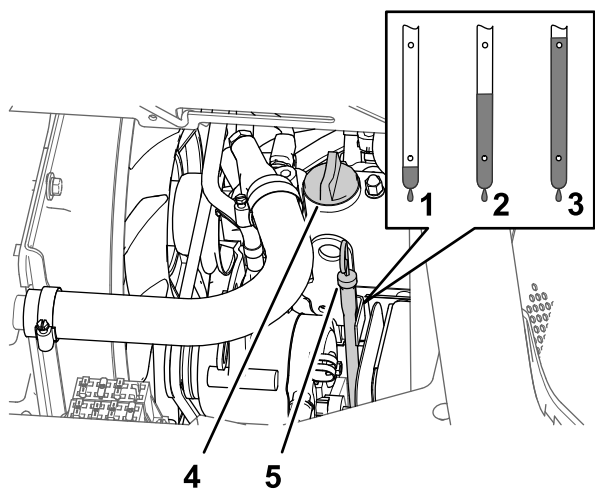

Figure 77
- Enlevez le bouchon de remplissage d'huile du goulot de remplissage sur le couvre-culasse (Figure 77) et versez avec précaution environ 80 % de la quantité d'huile spécifiée dans le goulot de remplissage.
- Sortez la jauge et vérifiez le niveau d'huile dans le carter moteur (Figure 77).
- Versez avec précaution la quantité d'huile spécifiée requise pour faire monter le niveau jusqu'au repère maximum sur la jauge (Figure 77).
- Remettez le bouchon de remplissage d'huile dans le goulot de remplissage et la jauge dans son tube (Figure 77).